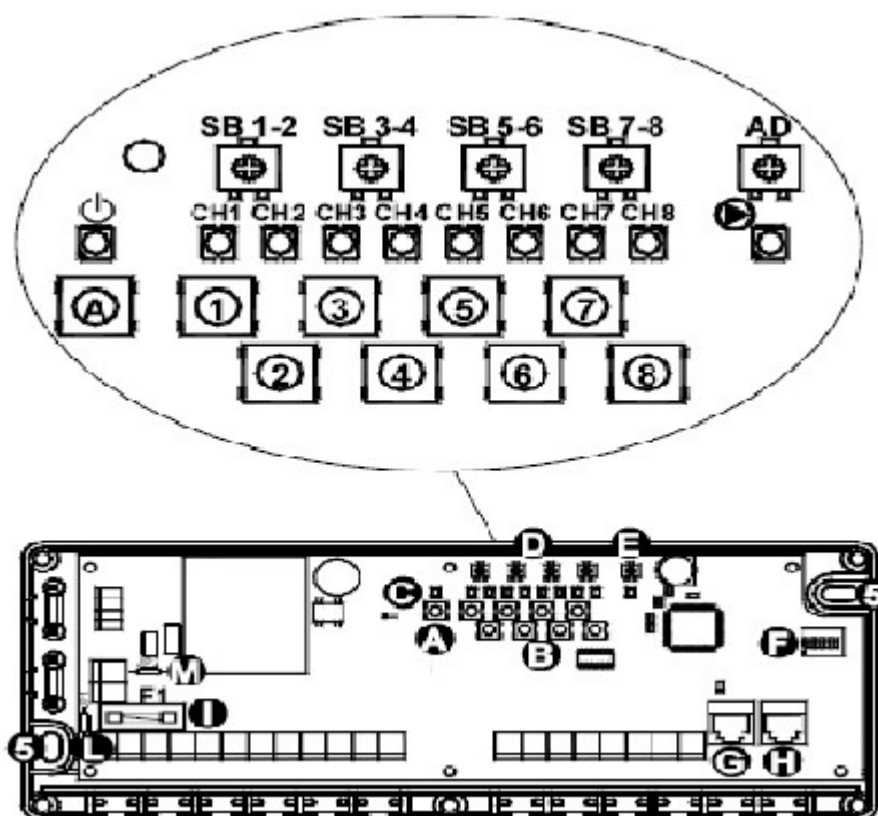

Fig. 2: Styringssentralens kretskort, med brikker, sikring, DIP-switch osv.
Sikringer Sentralen er utstyrt med en automatisk termisk sikring (I) fig.2
Selvprogrammerende konfigurasjonsknapper. Sentralen inneholder 9 knapper (B, fig 2)
En for hver kanal. Og en resetknapp (A, fig 2)
I tillegg er det også en skrue for justere tiden det tar fra at en av aktuatorutgangene blir slått på til at pumpeutgangen blir aktivert. (Fig 2 E)
- Fest sentralen med de 2 medfølgende skruvene i hullene som er vist i (5)fig.2
- Trykk ned resetknappen (A fig. 2)
Når forbindelsen mellom klemmene 23 og 24 er brutt (som ved levering), vil alle termostatutgangene reguleres i forhold valgt temperatur på hver romtermostat. Når det legges inn en forbindelse mellom klemmene 23 og 24 reduseres romtemperaturen i forhold til de antall grader (justerbar 0 – 7°) som er innstilt på hver av de fire parutgangene (D, fig 2) Husk at rom hvor det ønskes ulike antall grader senking aldri må kobles til samme parutgang.